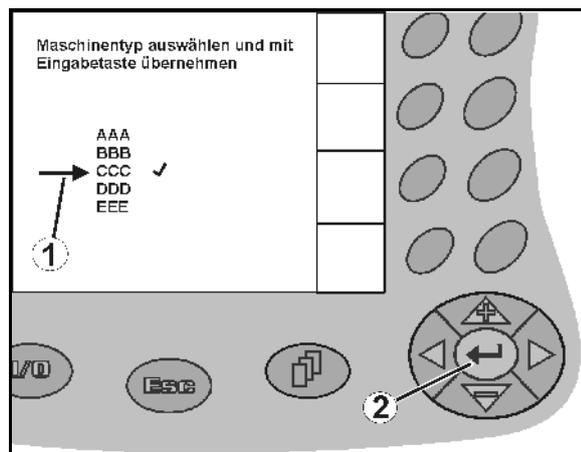

Fig. 14
1.  Auswahlpfeil (Fig. 14/1) positionieren.
2.  Auswahl übernehmen (Fig. 14/2).